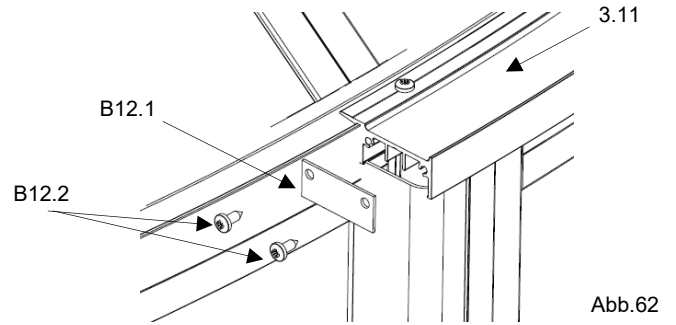

Abb.62
- Türprofilschiene (**3.11**) an beiden Enden mit 2x Enddeckel Türprofilschiene (**B12.1**) und 4x Linsen-Blechschaube (**B12.2**) montieren. (Abb.62)